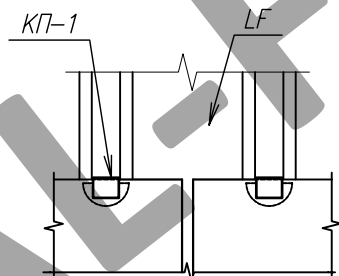

Рис. 4. Схема установки поворотного кляммера КП-1, КП-1,2.
II. Вариант крепления направляющей LF 51 с кронштейном А-LF. Направляющая вставляется в удлинитель кронштейна, в проектное положение. Затем просверливается отверстие, диаметром 6,2 / 8,2 мм, и крепится болтовым соединением М6/М8 (смотреть по проекту), с усилием затяжки 50Н (рис. 4).
3.3. На концевой кляммер КК-1, КК-1,2 устанавливается керамогранит, прижимается к направляющей и фиксируется поворотным кляммером КП-1, КП-1,2 следующим образом: поворотный кляммер КП-1, КП-1,2 в вертикальном положении вставляется в паз направляющей LF 501/LF 51 (рис. 4,а), поворачивается на угол 90 градусов (рис. 4,б), и опускается до упора на керамогранитную плиту (рис. 4,в).